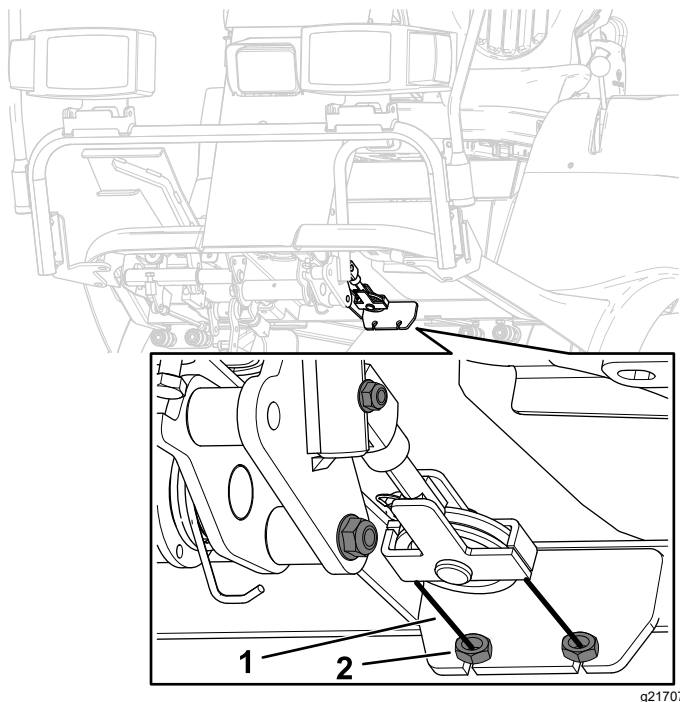

Figura 87
3. Se è necessaria una regolazione, allentate i controdadi anteriore e posteriore su ciascun lato dei cavi del freno (Figura 87).